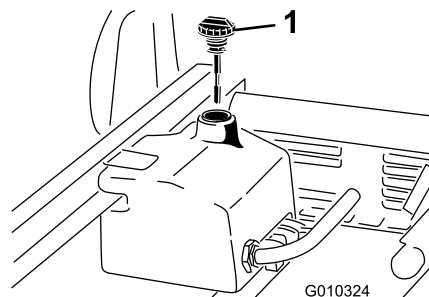

Рисунок 21
- Очистите зону вокруг заливной горловины и крышки гидравлического бака (**Рисунок 21**).
3. Извлеките масломерный щуп (Рисунок 21) из заливной горловины и протрите его чистой ветошью.